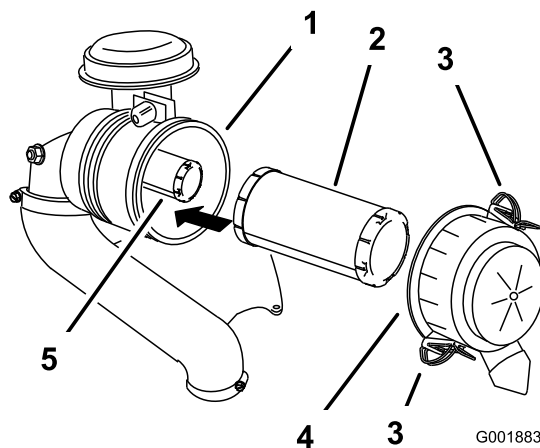

Figure 51
3. Ouvrez les dispositifs de verrouillage du filtre à air et détachez le couvercle du boîtier du filtre (Figure 51).
5. Sortez le préfiltre du boîtier du filtre avec précaution (Figure 51).
2. Si vous remplacez l'élément intérieur, insérez-le avec précaution dans le boîtier du filtre (Figure 51).
3. Placez ensuite le préfiltre sur l'élément de sécurité avec le même soin (Figure 51).
4. Remettez en place et verrouillez le couvercle du filtre à air (Figure 51).